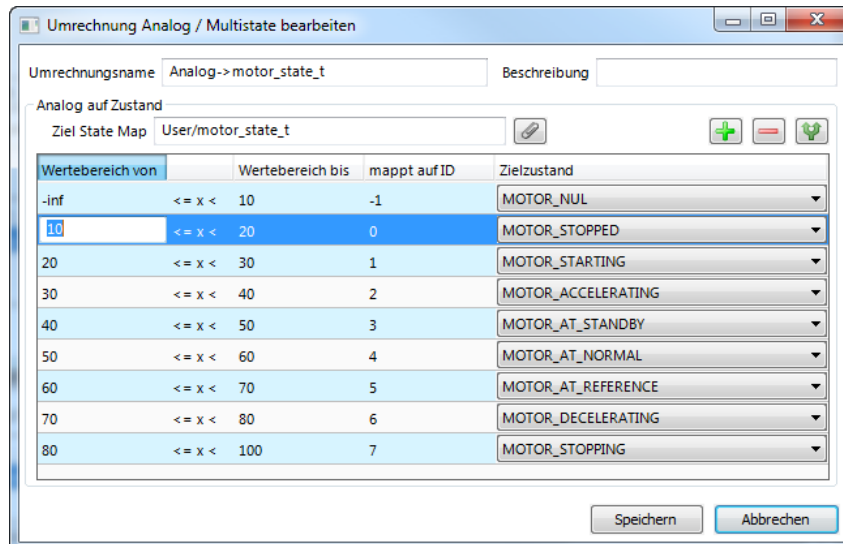

Abbildung 44: Bearbeiten einer Umrechnung von Analog auf Multi-State.
- Ein Beispiel zum Bearbeiten einer Umrechnung von Analog- auf Multi-State-Werte ist in Abbildung 44 gezeigt. Geben Sie einen **Umrechnungsnamen** ein, dann bearbeiten Sie die Spalte **Wertebereich von** und wählen jeweils den gewünschten **Zielzustand** aus.